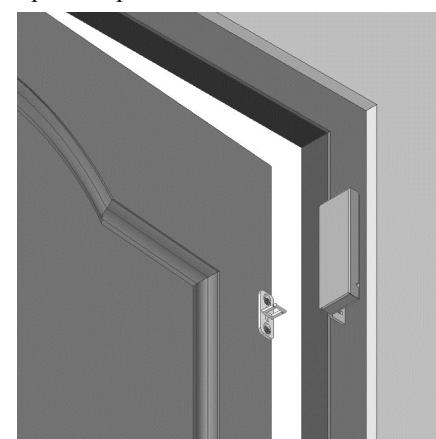

Рис.3 Установка замка на монтажный L-уголок
- **монтажный L-уголок AL-250UZ** для дверей, открывающихся наружу (Рис.3).